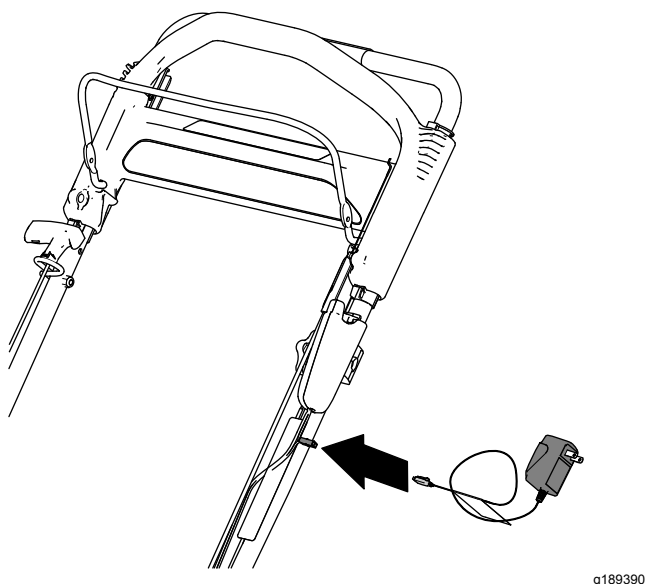

Рисунок 29
1. Подсоедините зарядное устройство к жгуту проводов, расположенному под кнопкой электрического запуска (Рисунок 29).